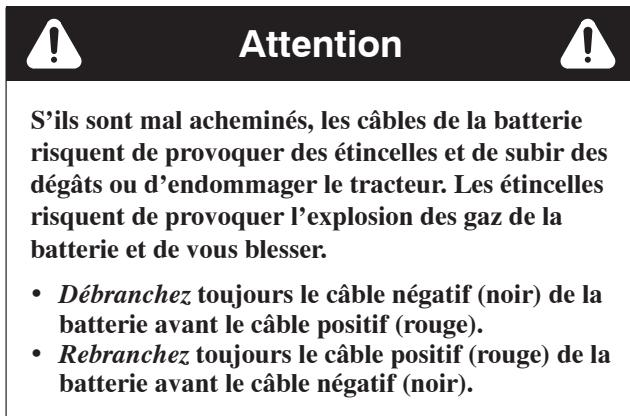

Figure 1
- Déverrouillez le capot et le panneau latéral gauche du compartiment moteur (Fig. 1). Soulevez le capot et calez-le avec la béquille de sécurité, puis déposez le panneau latéral gauche. Vérifiez que la béquille de sécurité est bien engagée dans l'un des supports du capot.